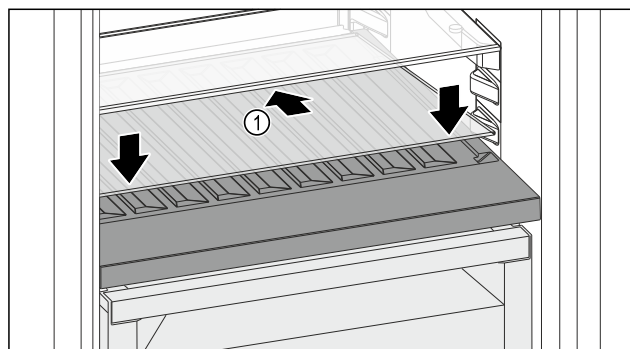

Fig. 186
- Postavite staklenu ploču Fig. 186 (1) ukoso, nagnutu straga prema dolje.
- Staklenu ploču Fig. 186 (1) podignite sprijeda.